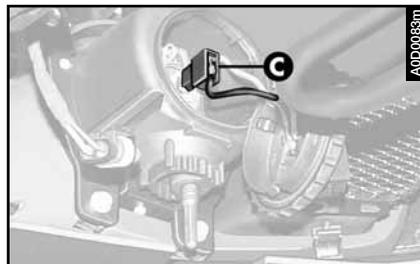

fig. 51
– Défilez le connecteur (**C- fig. 51**) de l'ampoule.